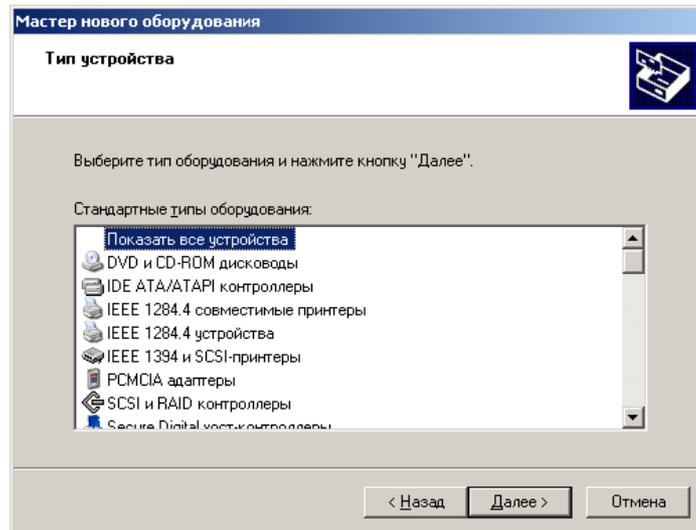

Рис.12. Выбор типа устройства
- 5) Отметить последний пункт **"Не выполнять поиск. Я сам выберу нужный драйвер"** и нажать кнопку **"Далее"**. Появится страница выбора типа устройства (рис.12).